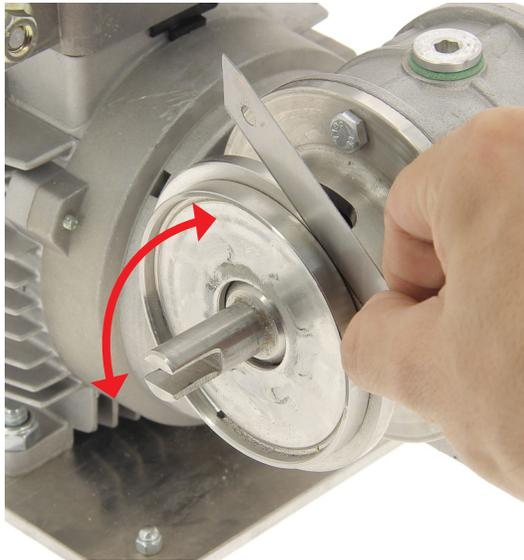
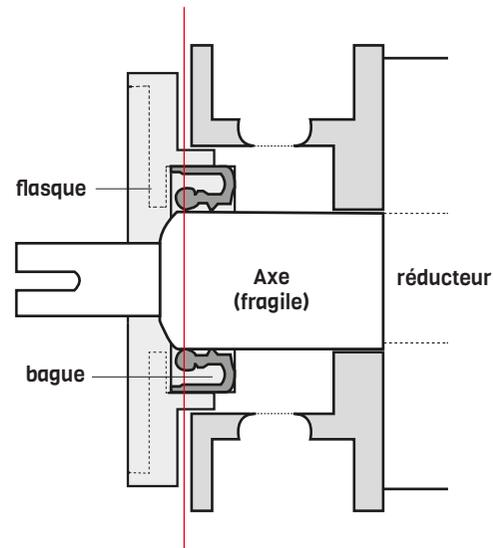

Fig 1.
Fig 2.
1. Insérez délicatement une lame de cutter (*représentée par une ligne rouge sur la fig 2*) entre le flasque de pompe et le corps de réducteur en tapotant avec un marteau, afin d'enfoncer légèrement la lame (*fig 1 et 2*) puis essayer de faire le tour du flasque toujours en tapotant pour pouvoir le «détacher» un minimum.